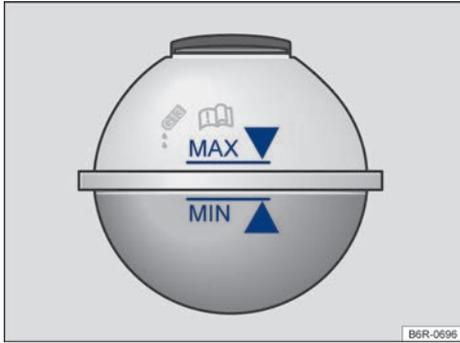

Fig. 130 En el compartimento del motor: marca del depósito de expansión del líquido refrigerante de motor.
- Con el motor frío, compruebe el nivel del líquido refrigerante del motor en la marca lateral del depósito ⇒ fig. 130.
- El nivel del líquido refrigerante del motor debe permanecer dentro de las marcas del depósito ⇒ fig. 130. **¡No complete por encima de la marca "máx" ⇒ !**
- Agregue líquido refrigerante del motor sólo hasta la marca “MAX” ⇒ fig. 130. De lo contrario, al calentarse, el líquido excedente sería expulsado del sistema de refrigeración y podría provocar daños.